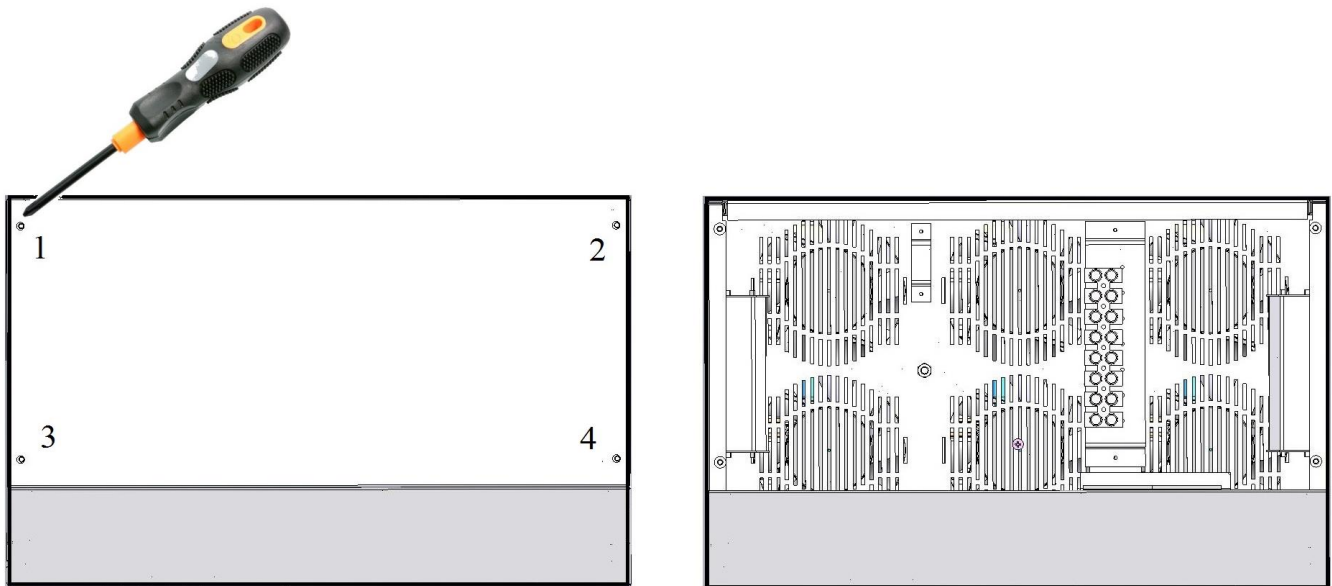
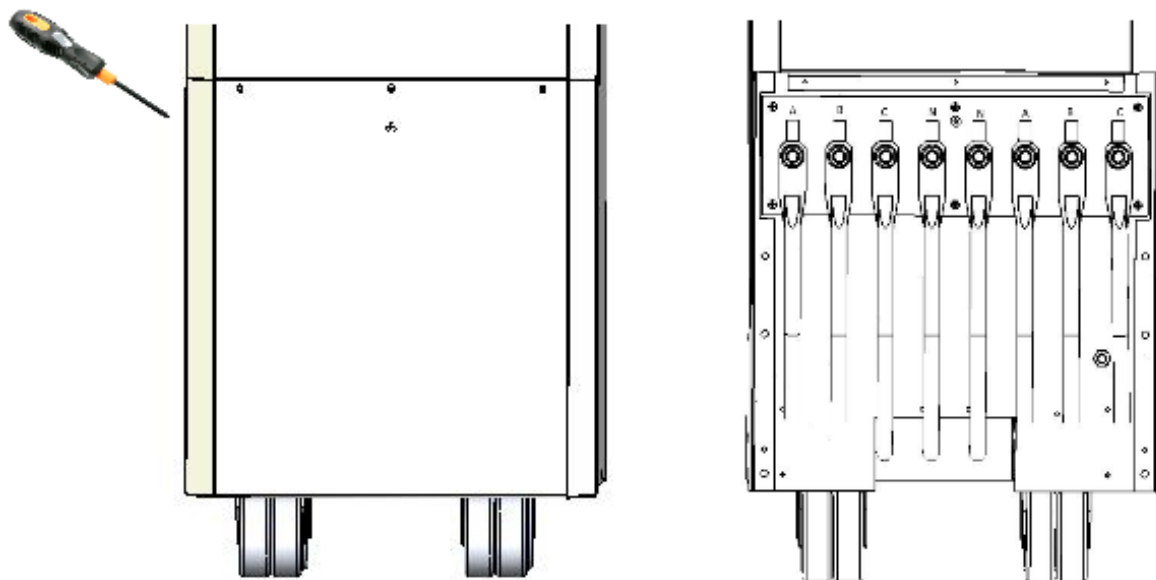

Рисунок 11. Схема зняття захисної кришки зверху корпусу стабілізатора
Рисунок 12. Схема зняття захисної кришки зверху корпусу стабілізатора
2. За допомогою викрутки відкрити гвинти захисної кришки з верхньої частини стабілізатору Герц на 25-80А (див. рисунок 11) та нижньої частини стабілізатора Герц на 100-160А для доступу до клемної колодці (див. рисунок 12).